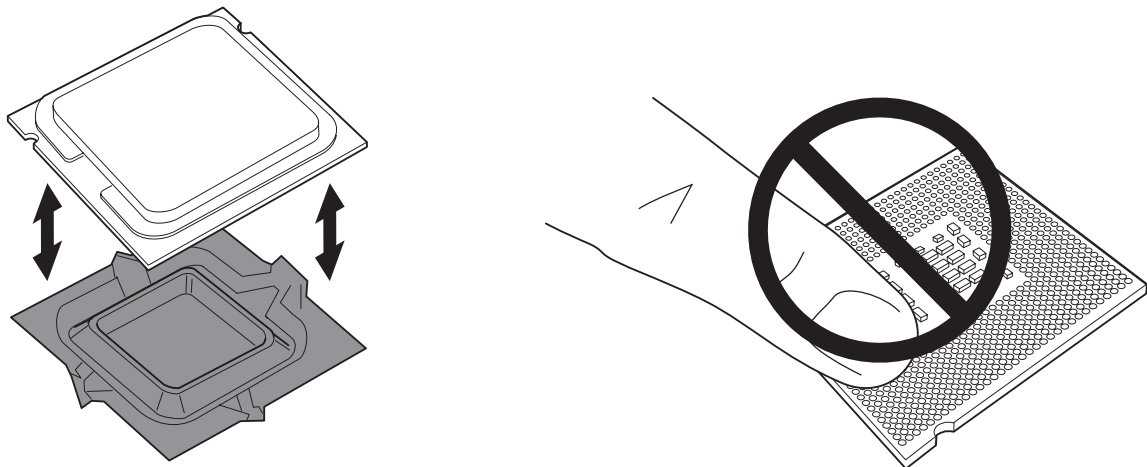

Abbildung 7. Schutzabdeckung abnehmen / Kontakte nicht berühren
5. Nehmen Sie die Schutzabdeckung vom Prozessor ab. Fassen Sie den Prozessor nur am Rand an. Berühren Sie nicht die Unterseite. Bewahren Sie die Schutzabdeckung auf. Setzen Sie die Schutzabdeckung wieder auf den Prozessor, falls Sie diesen aus dem Sockel entnehmen (siehe Abbildung 7).